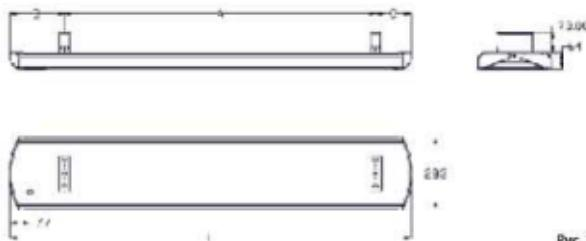

Рис. 1
Габаритные размеры инфракрасного обогревателя согласно рис. 1 приведены в таблице 2.
- 4.В соответствие с рис. 1, 2 и таблицами 3, 4 определите место установки обогревателя на потолке или на потолочных конструкциях с соблюдением минимальных расстояний от предметов и минимального расстояния от пола.